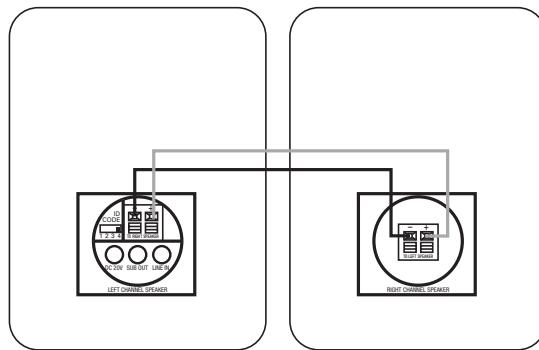

Figura 3.
Vea la Figura 3. Observe que el cable de altavoz suministrado dispone de indicadores de polaridad para ayudar a distinguir los dos conductores. Utilice estos indicadores para asegurarse de conectar el terminal positivo (+) de una altavoz con el terminal positivo (+) del otro, así como el terminal negativo (-) con el negativo (-) del otro. No importa el conductor elegido para interconectar entre sí los terminales positivos (+) o negativos (-).
Paso 3. Conecte el cable de altavoz (incluido) entre los terminales de presión del altavoz activo **6** y los terminales de presión de la parte trasera del altavoz pasivo **10**, tal como muestra la Figura 3. Observe que el cable de altavoz suministrado dispone de indicadores de polaridad para ayudar a distinguir los dos conductores. Utilice estos indicadores para asegurarse de conectar el terminal positivo (+) de una altavoz con el terminal positivo (+) del otro, así como el terminal negativo (-) con el negativo (-) del otro. No importa el conductor elegido para interconectar entre sí los terminales positivos (+) o negativos (-).
Paso 3. Conecte el cable de altavoz (incluido) entre los terminales de presión del altavoz activo ⑥ y los terminales de presión de la parte trasera del altavoz pasivo ⑩, tal como muestra la Figura 3. Observe que el cable de altavoz suministrado dispone de indicadores de polaridad para ayudar a distinguir los dos conductores. Utilice estos indicadores para asegurarse de conectar el terminal positivo (+) de una altavoz con el terminal positivo (+) del otro, así como el terminal negativo (-) con el negativo (-) del otro. No importa el conductor elegido para interconectar entre sí los terminales positivos (+) o negativos (-).
Paso 4. Conecte el módulo transmisor ⑫ y el altavoz activo ⑦ en una toma de corriente, utilizando el alimentador y cable de corriente adecuados. Asegúrese de que la antena del transmisor ⑪ está extendida verticalmente.